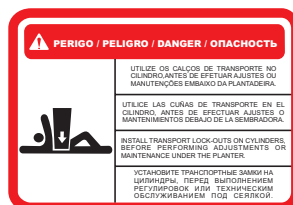

Figura 24
- Utilize os calços de transporte no cilindro para efetuar manutenções embaixo da plantadora (Figura 24).